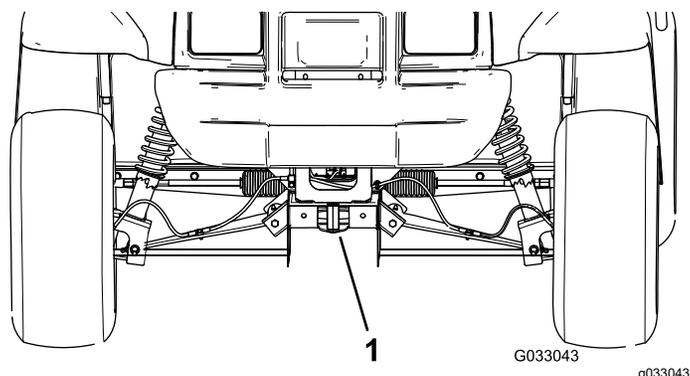

Рисунок 23
- Точка подъема в передней части автомобиля находится в передней части рамы позади сцепного устройства (Рисунок 23).